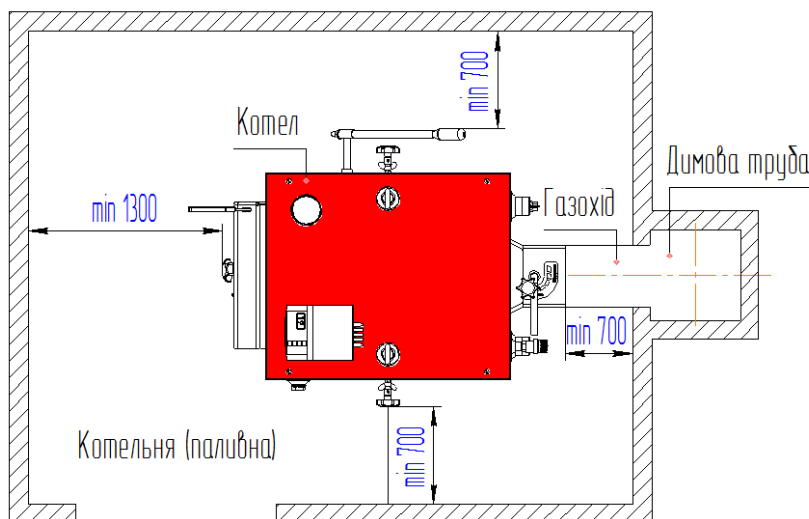

Рис.3 Схема встановлення котла в котельній (паливній)
- 7.1.2 Котел постачається в зібраному вигляді і не потребує спеціального фундаменту, однак необхідно встановити його на рівну горизонтальну поверхню з негорючих матеріалів. Під час встановлення котла необхідно забезпечити доступ до нього таким чином, щоб стіни котельної (паливної) не заважали завантаженню палива, чистці топки котла, а також доступу до вентилятора (див Рис.3).